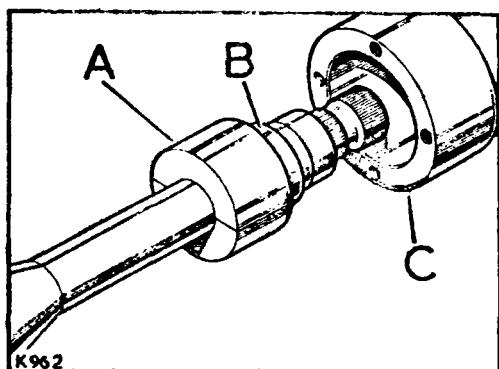

Fig. G1-72.- Montaje del eje en la caja compensadora.
- 3.2.- Situar las dos mitades del casquillo, A (Fig. G1-72), sobre el cono superior, B, del eje.